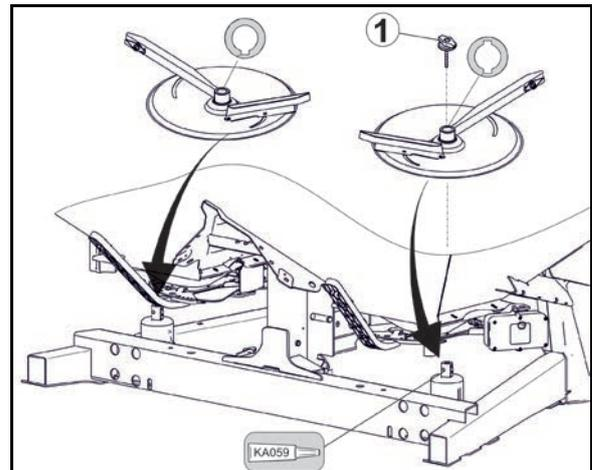

Fig. 41
1. Flügelschraube (Fig. 41/1) entfernen.